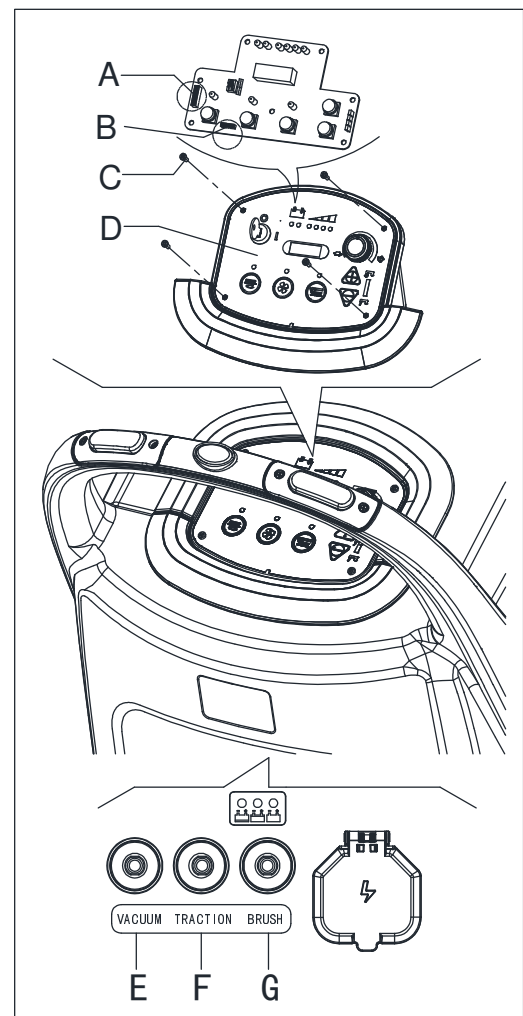

Figure 24
3. Dévisser les vis (C, Figure 24) sur le panneau de commande (r), puis retourner le PCB pour trouver le fusible (A, B, Figure 24).